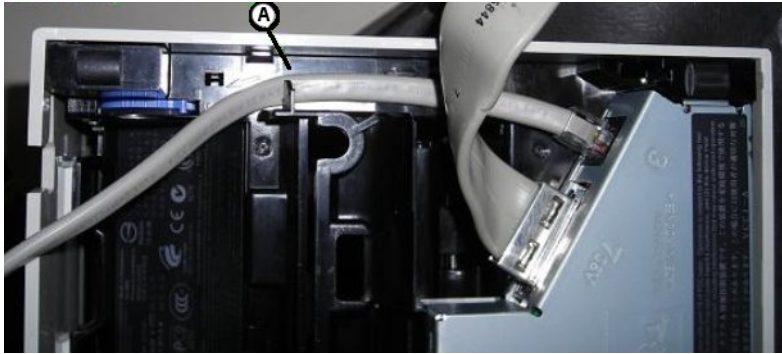

图 10. 现金抽屉电缆布线
1. 将现金抽屉电缆连到电缆插槽 (图 10 中的 **A**) 。